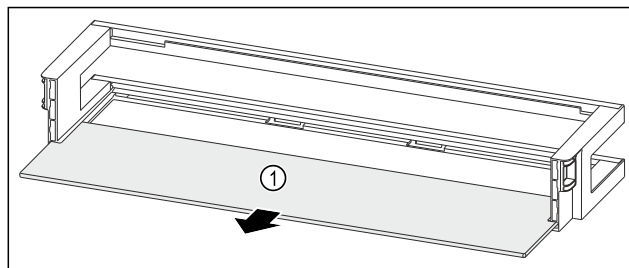

Fig. 131 Дверная полка со съёмной полкой
- ▶ Извлеките съёмную полку Fig. 131 (1).